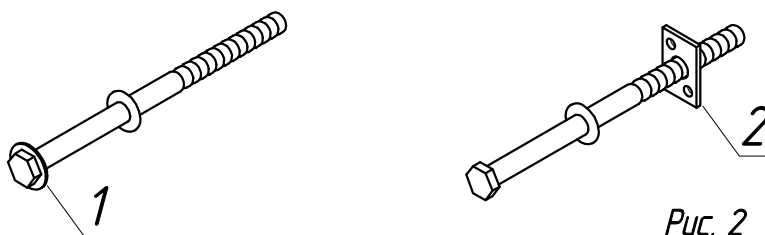

Рис. 2
При использовании дюбеля с пресс-шайбой (1) установка шайбы-пластины (2) не требуется (Рис. 2).